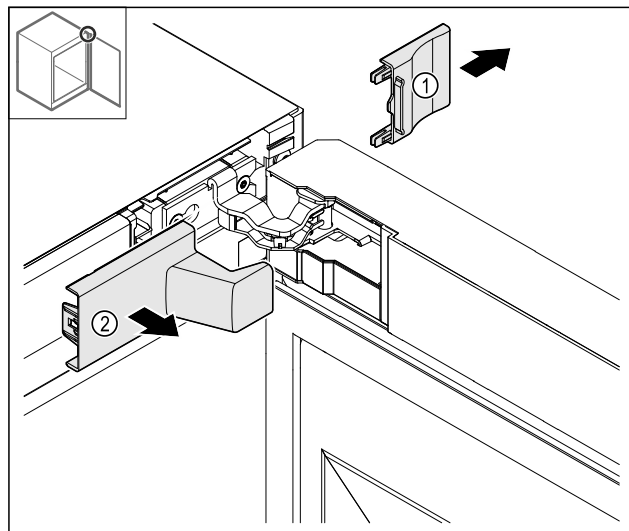

Fig. 13
► Nuimkite dengiamąją plokštelę Fig. 13 (1) ir tada Fig. 13 (2).